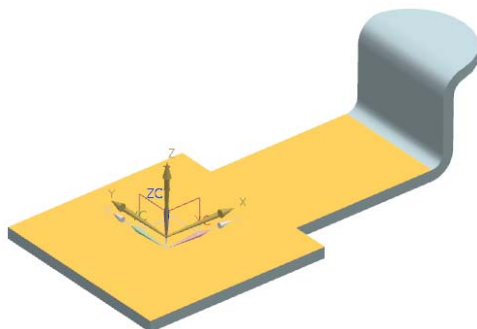

图 3-54 二次折弯轮廓草绘平面
(2) 在“二次折弯”对话框中单击图标，进入草图绘制界面，选择如图 3-54 所示的草绘平面。